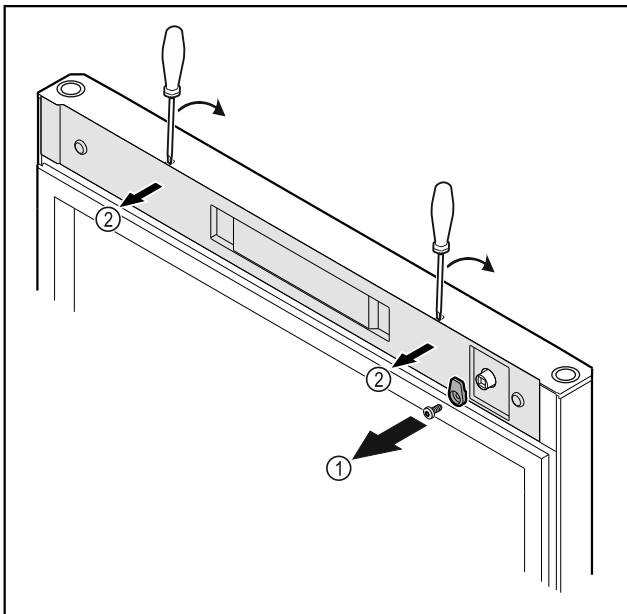

Fig. 19
- Desatornille el gancho de cierre Fig. 19 (1).
- Desencape la cubierta Fig. 19 (2) con un destornillador pequeño y retírela.